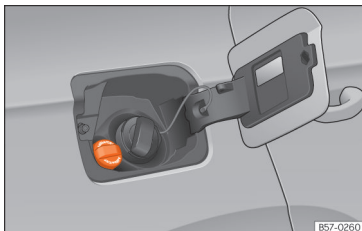

Рис. 211 Кришка бачка для розчину AdBlue®.
- Відкрийте лючок паливного бака >>> **рис. 211**.
- Повертаючи проти годинникової стрілки, відкрийте кришку бачка для розчину AdBlue >>> **рис. 211**.